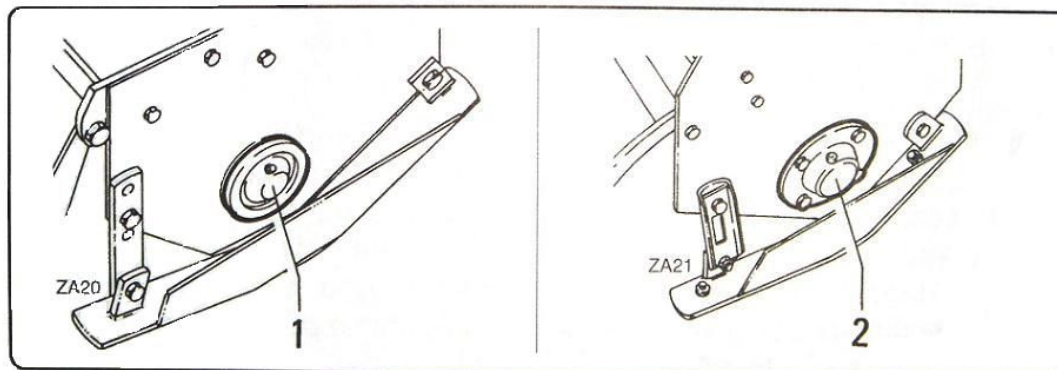

fig. 7.4.1
- Graisser le support droit « 1 » fig. 7.4.1 du rotor ou s'assurer qu'il y a de l'huile dans le support droit « 2 » fig. 7.4.1 (dans les versions avec support dans un bain d'huile).